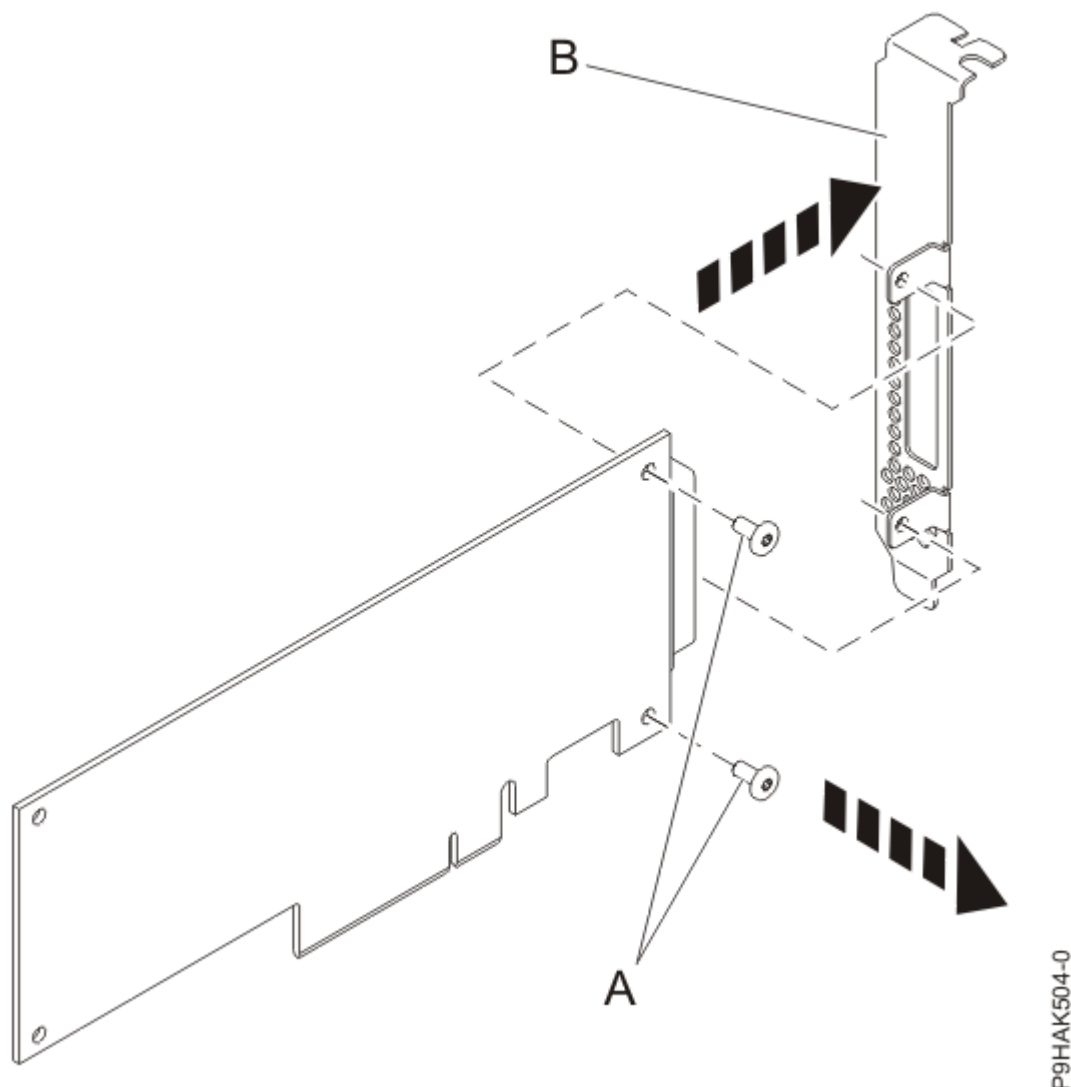

Figura 47. Extracción de la contrapunta de perfil alto de un adaptador nuevo
8. Mediante un destornillador de estrella, desenrosque los dos tornillos **(A)** que sujetan la contrapunta de perfil alto **(B)** al nuevo adaptador, tal como se muestra en la Figura 47 en la página 73.